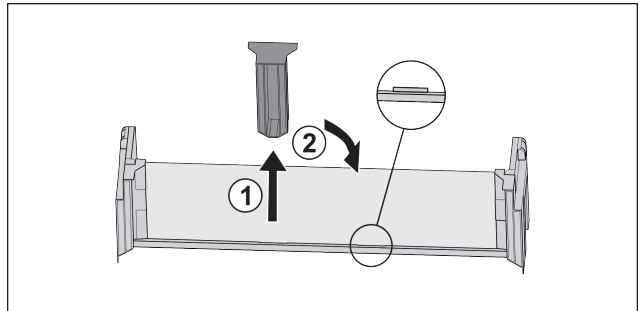

Fig. 114
- ▶ Dra ut den fäst delen i mitten Fig. 114 (1).
- ▶ Sätt in fäst delen i mitten i andra läget Fig. 114 (2).